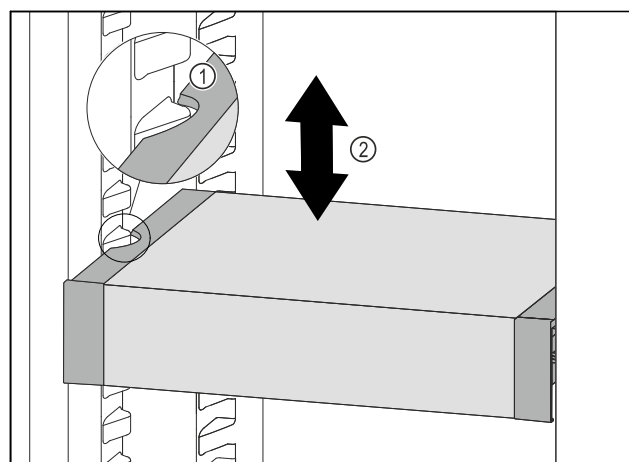

Fig. 119
- VarioSafe nach vorne ziehen, bis sich die seitlichen Aussparungen des VarioSafes auf Höhe der Behälterrippe im Kühlteil befinden. Fig. 119 (1)
- VarioSafe im Kühlteil nach oben oder unten bewegen, bis gewünschte Höhe erreicht ist. Fig. 119 (2)